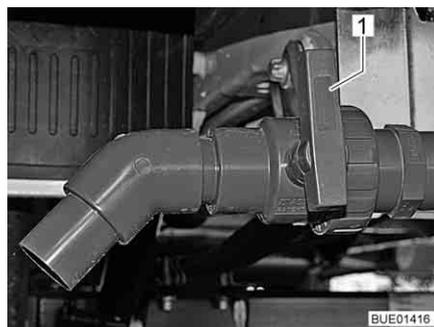

Fig. 182 Llave de desagüe (en el exterior)
- Girar el tirador (Fig. 181, 1 ó Fig. 182, 1) de la llave de desagüe a la posición en dirección de la circulación. Las aguas residuales se purgan a través de un grifo esférico.